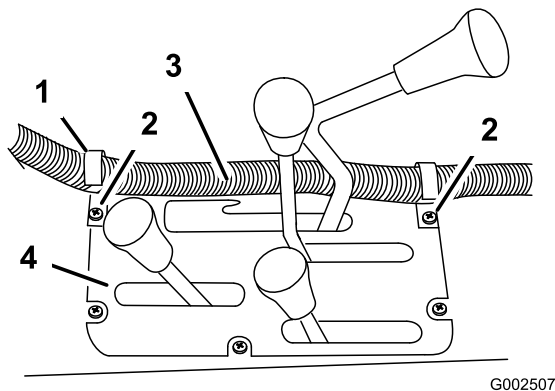

Figura 16
4. Instale dos abrazaderas en J en la consola central, en los puntos indicados en Figura 16, usando los tornillos existentes.